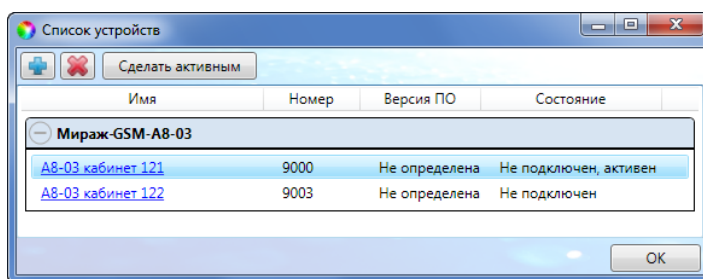

Рис. 6.3. Окно *Список устройств*
2. В открывшемся окне *Список устройств* выделите строку необходимого контроллера и нажмите кнопку *OK* (рис. 6.3).